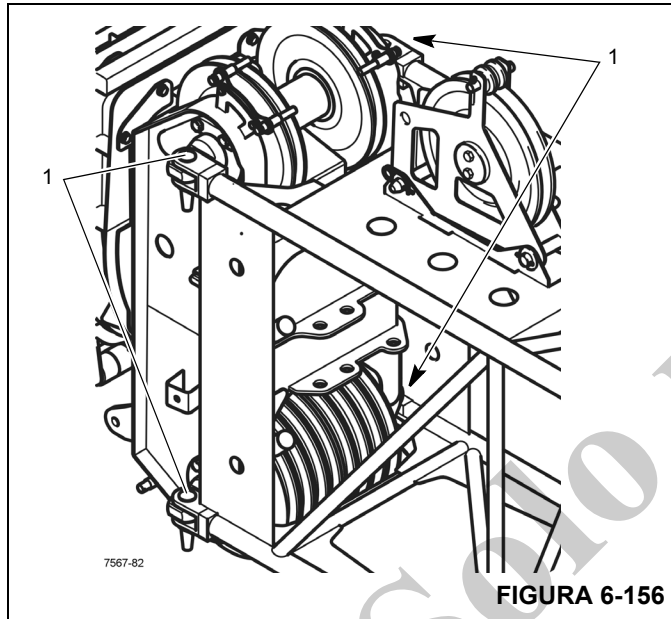

FIGURA 6-156
4. Eleve el inserto delante de la cabeza de la pluma principal de manera que los cuatro puntos de conexión (1) (Figura 6-156) se alineen en ambos lados.
6. Inserte los pasadores en los puntos de conexión (1) y asegúrelos con pinzas de retención.
5. Retire los pasadores de los puntos de conexión (1) (Figura 6-156).